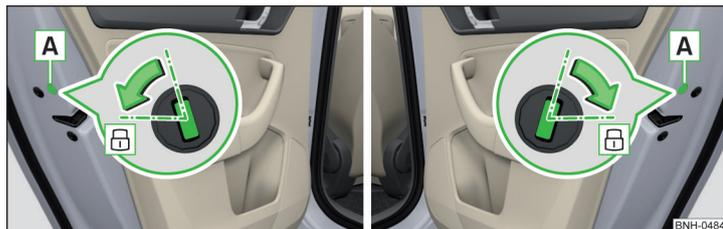

Fig. 172 Verrouillage de secours Portière arrière droite
- Ouvrez la porte arrière concernée et retirez le cache **A** » fig. 172.